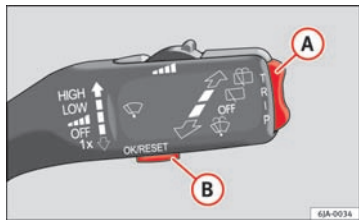

Fig. 34 Kørecomputer: betjenings-elementer
Hvis du trykker på knappen **B** ⇒ Fig. 34, bliver hukommelsen valgt ⇒ Side 58.
Knappen til funktionsskift **(A)** ⇒ Fig. 34 og knappen til sletning af hukommelsen **(B)** sidder på betjeningsarmen til viskerne.
– Tryk på knappen **(B)** ⇒ Fig. 34 i et kort øjeblik.
– Tryk vippeknappen **(A)** ⇒ Fig. 34 opad eller nedad et kort øjeblik. Derved bliver kørecomputerens funktioner vist efter hinanden i displayet.
- Hold knappen **(B)** ⇒ Fig. 34 inde.
Ved temperaturer under +4° C bliver der desuden vist et iskrystalsymbol (advarsel om isglat vej) og der lyder et akustisk advarselssignal. Den senest viste funktion bliver vist ved at trykke på vippeknappen **(A)** ⇒ Fig. 34 ⇒ Side 58.
I displayet vises den tid, der er gået efter sidste nulstilling af hukommelsen. Hvis du vil beregne køretiden fra et bestemt tidspunkt, skal du slette hukommelsen ved at trykke på knappen **(B)** ⇒ Fig. 34 ⇒ Side 58.
Hvis du vil kende det gennemsnitlige brændstofforbrug for en bestemt periode, skal du først slette hukommelsen ved at trykke på knappen **B** ⇒ Fig. 34 ⇒ Side 58. Efter sletning af hukommelsen bliver værdien ikke vist i displayet de første 300 m kørsel.
I displayet vises den tid, der er gået efter sidste nulstilling af hukommelsen ⇒ Side 57. Hvis du vil beregne køretiden fra et bestemt tidspunkt, skal du slette hukommelsen ved at trykke på knappen **B** ⇒ Fig. 34 ⇒ Side 58.
I displayet vises gennemsnitshastigheden i km/h, der beregnes siden den seneste nulstilling af hukommelsen ⇒ Side 57. Hvis du vil kende gennemsnitshastigheden for en bestemt periode, skal du først slette hukommelsen ved at trykke på knappen **B** ⇒ Fig. 34 ⇒ Side 58.
- Vælg **Geschwindigkeitswarnung (hastighedsadvarsel)** ved at trykke på **A** ⇒ Fig. 34 ⇒ Side 58.